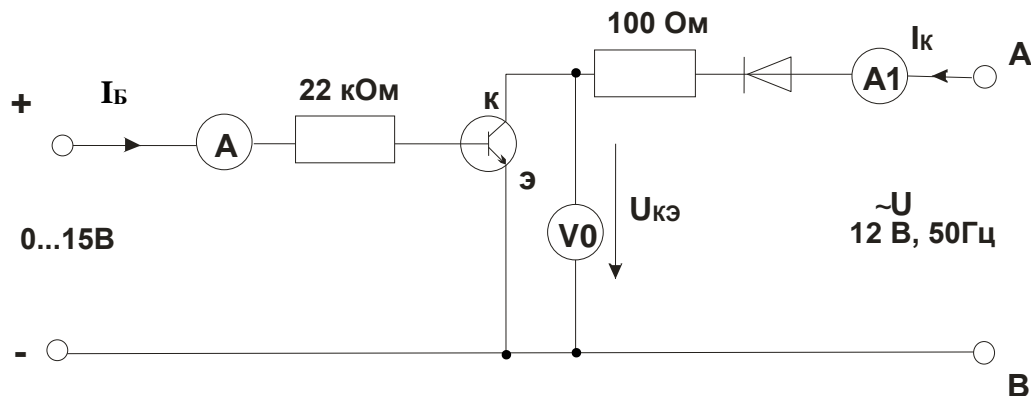

Рис. 4.2.2
- Соберите цепь согласно схеме (рис. 4.2.2). В этой цепи в качестве источника синусоидального напряжения используется линейное напряжение трехфазного генератора, а диод включен для исключения обратного напряжения на транзисторе. Приборы A1 и V0 – входы коннектора, служащие для вывода тока I_k и напряжения $U_{кэ}$ на виртуальный осциллограф. Миллиамперметр A служит для измерения тока базы и может быть как мультиметром, так и виртуальным прибором.